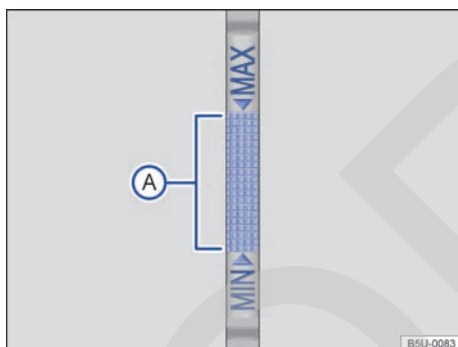

Fig. 126 Varilla de medición del aceite con marca de nivel del aceite del motor.
7. Retirar nuevamente la varilla de medición del aceite y leer el nivel del aceite del motor en la varilla de medición ⇒ fig. 126 de la siguiente manera:
13. Al final de la operación de recarga del combustible, el nivel del aceite debe estar, por lo menos, en el medio del nivel ⇒ fig. 126 , aunque jamás por encima del nivel “MAX” ⇒ .
El nivel del aceite del motor no debe sobrepasar de ninguna manera la región “MAX” ⇒ fig. 126. De lo contrario, podrá aspirarse aceite por la ventilación del cárter, pasando por el sistema de escape, y ser lanzado a la atmósfera. Además, el aceite puede quemarse en el interior del catalizador, dañándolo.
En caso de alta demanda del motor, el nivel del aceite del motor debe estar lo más próximo posible de la región “MAX” ⇒ fig. 126 – sin sobrepasarse, como por ejemplo, en viajes largos en rutas durante el verano, conduciendo con remolque o durante travesías de montañas.